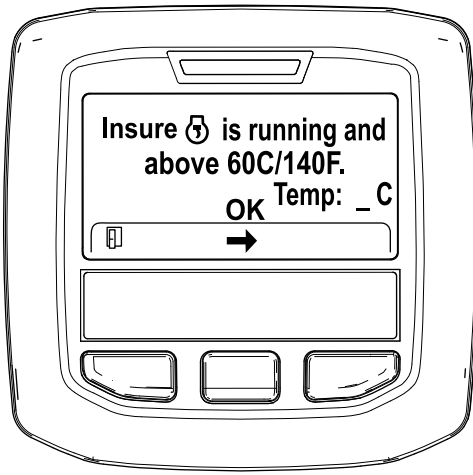

Figure 45
5. Si la température du liquide de refroidissement est inférieure à 60 °C, le message « Insure is running and above 60C/140F » (vérifier que *** fonctionne et est supérieure à 60 °C/140 °F) s'affiche (Figure 45).